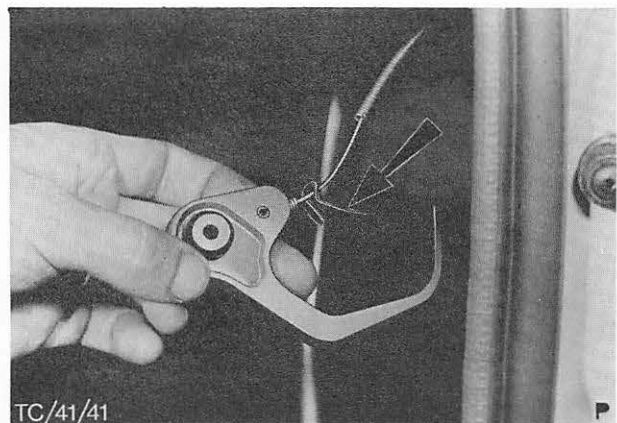

Abb. 18 Haubenzug und Haubenzuggriff mit Halteklammer (Pfeil) des Haubenzugs
13. Drahtöse-Haubenzug am Griff einführen, zu den Bohrungen für die Spannhülse ausrichten und Spannhülse einschieben. Abb. 18.